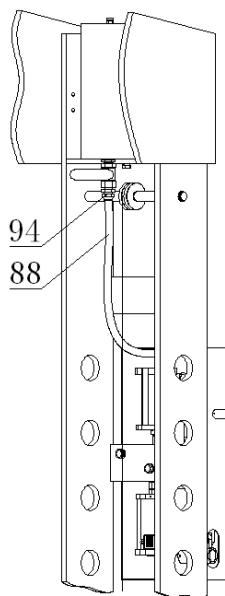

Figure 3
Branchez le tuyau d'huile (88) dans la connexion 1/2 " (94) (voir la figure 3). Une fois le tuyau d'huile est raccordé, ouvrir la vanne du réservoir d'huile pour permettre l'écoulement de l'huile et de contrôler les fuites